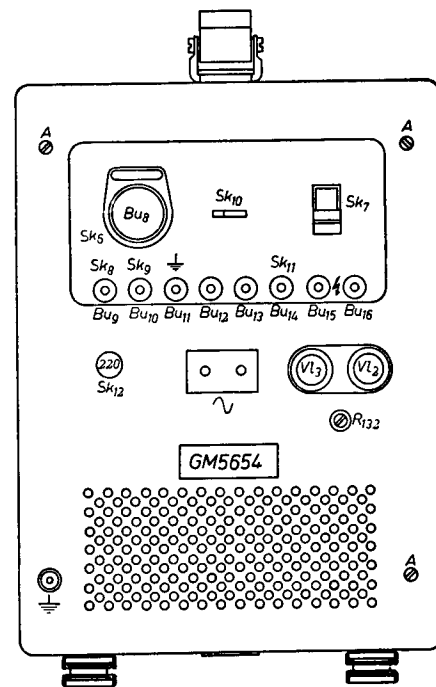

Fig. 14
Het is raadzaam de buizen niet onnodig te vervangen, in het bijzonder niet die van de versterkers, aangezien hierdoor de frequentie karakteristiek nadelig zou kunnen worden beïnvloed. Mocht vervanging noodzakelijk zijn, dan raadplege men de figuren 12 en 13. Om de kast te verwijderen moet de oscillograaf met de voorzijde op een zachte ondergrond worden geplaatst. Na de drie schroeven A en de aardklem aan de achterzijde te hebben verwijderd (fig. 14) kan de kast omhoog worden geschoven. Na het vervangen van B_1 (EF 80) moet R_{14} aan de rechterzijde van de oscillograaf (schroevendraaier-instelling) zodanig worden ingesteld, dat bij snel draaien aan R_7 (fijnregeling vert. ampl.) geen verschuiving van het beeldpunt optreedt. Daarbij moet de verzwakker Sk_5 op minimum worden ingesteld ($\times 1$) en mag geen verticale-deflectiespanning op de ingang worden aangesloten.
De twee houders VI_2 en VI_3 (zie fig. 14) op het aansluitpaneel aan de achterzijde zijn voorzien van smeltveiligheden (VI_2 —5 A codenr. 08 140 33, VI_3 —2,5 A codenr. 08 150 48). De voedingstransformator is voorzien van een temperatuurveiligheid VI_1 (codenr. 08 100 97). Een nieuwe tempera-
Aarde — De grote kartelmoer, gemerkt „ \perp ” (fig. 14), aan de achterzijde, moet met een goede aardleiding worden verbonden. **Eerst daarna mag de netverbinding tot stand worden gebracht.**
Wanneer men een spanning met zeer geringe amplitude onderzoekt en de versterker voor verticale afbuiging op maximum versterking heeft ingesteld, is het mogelijk dat men een brom met een frequentie van 50 Hz op het scherm waarneemt. Men moet dan de bussen Bu₅ en Bu₆ met elkaar verbinden. De oscillograaf moet geaard worden aan Bu₅ en **niet** aan de aardklem op de achterzijde. Verdwijnt de brom nu, dan zal de oorzaak gezocht moeten worden in de aarding van het uitwendig circuit. Dit mag n.l. slechts op één punt worden geaard (bij voorkeur op Bu₅). Blijft de brom bestaan bij kortsluiting van Bu₅ en Bu₆, dan zal deze door inwendige oorzaken optreden en vermoedelijk veroorzaakt worden doordat de elektronenstraal wordt gemoduleerd met een parasitaire spanning van 50 Hz. Deze brom kan men opheffen met behulp van de potentiometer R₁₃₂, bereikbaar aan de achterzijde van de oscillograaf (fig. 14). Hierdoor regelt men een compensatiespanning (afkomstig van een wikkeling op de secundaire van de voedingstransformator), die wordt toegevoerd aan de katode van de buis B₂ (EF 91) in de eerste trap van de versterker voor de verticale afbuiging.
De verticale-deflectieplaten zijn direct zonder condensatoren of lekweerstand, met Bu₉ en Bu₁₀ (fig. 14) verbonden. Voor een goede beeldkwaliteit is het nodig, dat de deflectieplaten in de externe circuits via weerstanden van ten hoogste 5 MΩ zijn verbonden met punten, die zoveel mogelijk een symmetrische spanning hebben t.o.v. het nulniveau. Voor deingangsspanning, ingangsweerstand en gevoeligheid op Bu₉ en Bu₁₀, zie men bij „Technische gegevens” (blz. 10). Interne synchronisatie kan ook in dit geval worden toegepast, hetgeen belangrijk is bij gelijktijdige weergave van twee spanningen met behulp van een PHILIPS elektronenschakelaar.
De horizontale deflectie geschiedt met een spanning met de netfrequentie (Sk₃ in de 11e stand: „HOR.”). Deze spanning (die symmetrisch is) kan van Bu₁₂ en Bu₁₃ aan de achterzijde worden afgenomen (zie fig. 14). De amplitude van de horizontale deflectie wordt met R₆ geregeld (zie ook schema fig. 8).
Bij verschillende verschijnselen kan het ook gewenst zijn in het diagram een tijdindicatie te hebben. Men sluit dan tussen de bussen Bu_{14} (MOD.) en Bu_{11} (aarde) (fig. 14) een wisselspanning met frequentie n aan. Bij voldoende amplitude (minimum $2 V_{\text{eff}}$) wordt de elektronenstraal n maal per seconde onderdrukt, hetgeen een gestippeld diagram oplevert, mits de tijdbasisfrequentie kleiner is dan n . Het aantal onderbrekingen is gelijk aan de verhouding van de frequentie n en de tijdbasisfrequentie. Hierbij wordt de inwendige terugslagonderdrukking uitgeschakeld (Sk_{11}).
2. Ook door een externe schakelaar kan de elektronenstraal worden onderdrukt. Sk_7 (zie fig. 14) wordt dan in de stand „SUPPR.” gezet, terwijl de externe schakelaar tussen Bu_{15} en Bu_{16} op het achterpaneel wordt aangesloten. Zolang deze geopend is, is het gehele beeld onderdrukt.